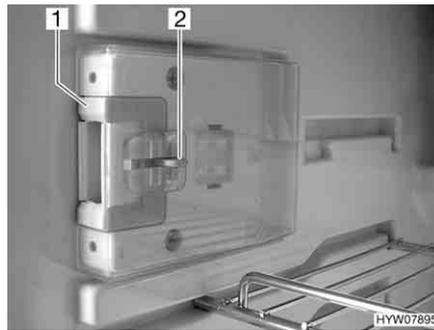
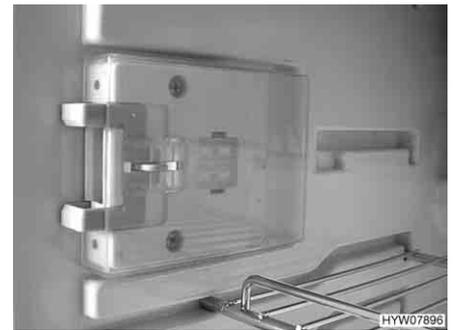

Fig. 221 Dispositivo de cierre en posición normal
Fig. 222 Dispositivo de cierre en posición de ventilación
- Hundir el desbloqueo (Fig. 221,2).
- Empujar el dispositivo de cierre (Fig. 221,1) hacia delante (Fig. 222).